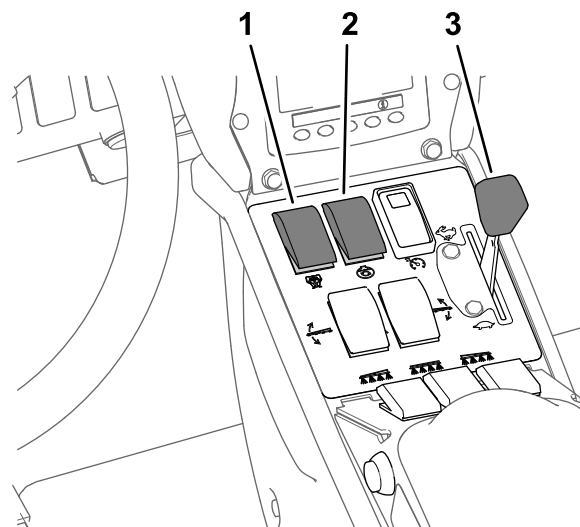

Figure 42
- Réglez la commande d'agitation et la commande de la pompe de pulvérisation en position ACTIVÉE (Figure 42).
- Placez la commande d'accélérateur en position HAUT RÉGIME (Figure 42).
Remarque: Cette procédure suppose que la pompe de pulvérisation est en marche; voir Figure 42 sous Pulvérisation en mode débit d'application (page 38).
4. Réglez la commande d'accélérateur au régime moteur voulu pour pulvériser; voir Figure 42